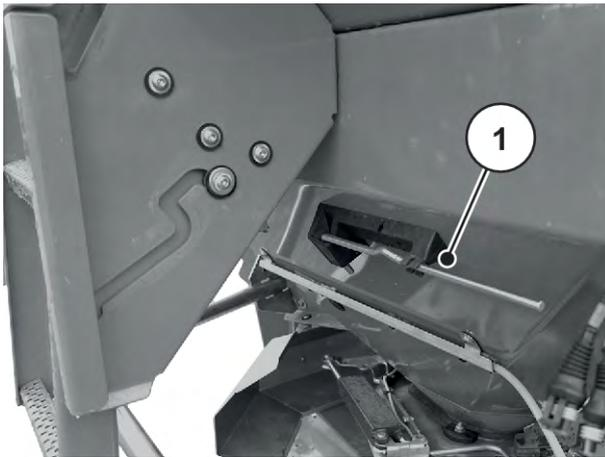

Abb. 36: Lage des Einstellhebels AXIS xx.2
- ▶ Einstellhebel wieder in die dafür vorgesehene Halterung ablegen. Siehe *Abb. 36 Lage des Einstellhebels AXIS xx.2*